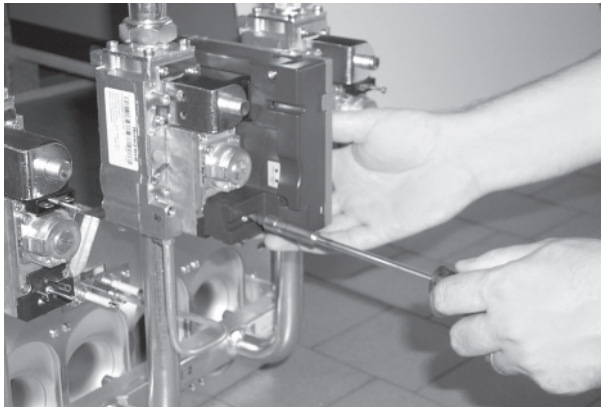

Abb. 12
- Die beiden Schrauben, mit denen die elektronischen Flammenüberwachungen am Gasventil befestigt sind (Abb. 12) lösen und die Überwachungseinrichtungen aus dem Gasventil herausnehmen (Abb. 13).